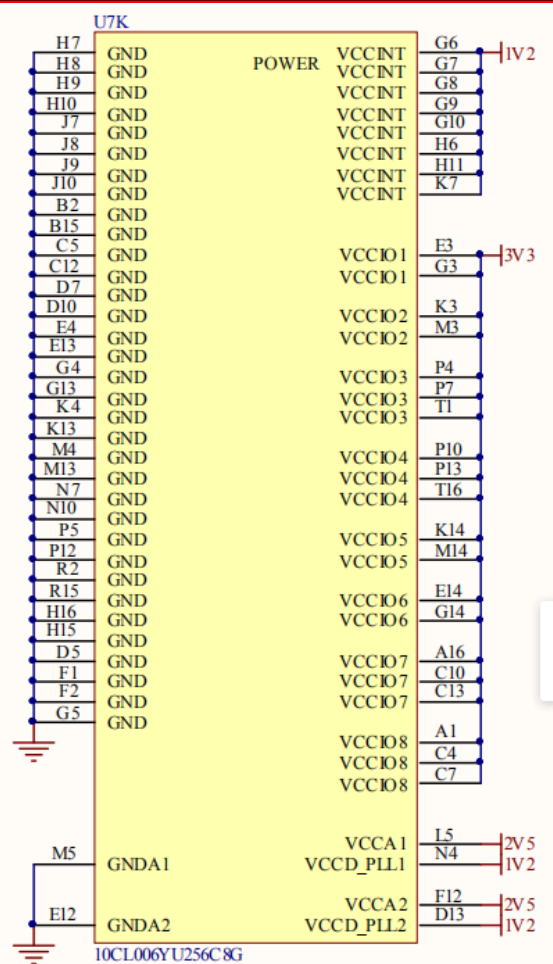

图 1-2 FPGA 电源及接地引脚
4、另外，FPGA 还有很多引脚需要连接 GND，保证 FPGA 内部有一个平稳的参考地。FPGA芯片的电源连接图如图1-2 所示。